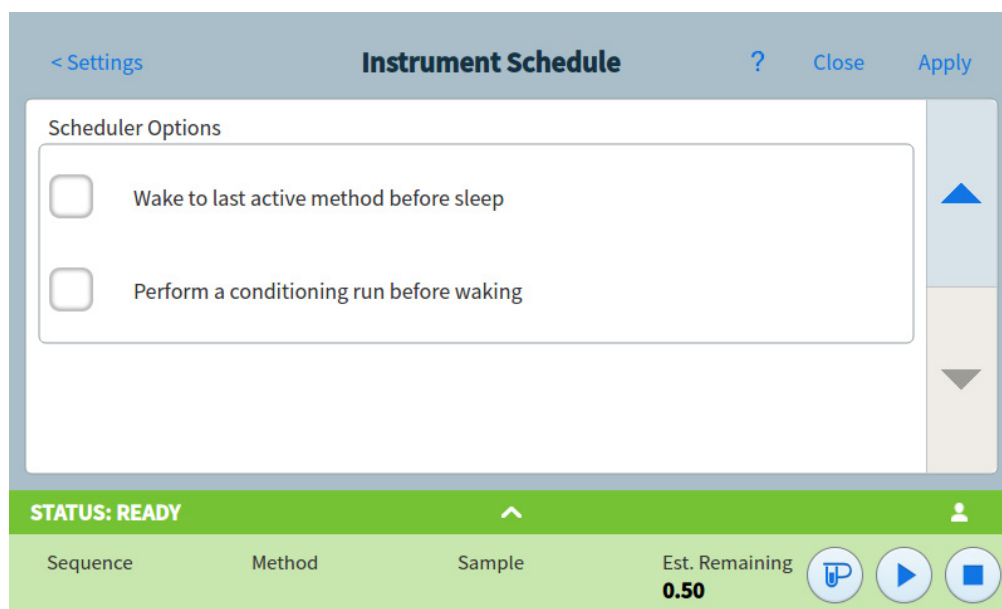

Figura 76. Area opzioni Scheduler
- 3 Scorrere all'area Scheduler Options Vedere **Figura 76**.